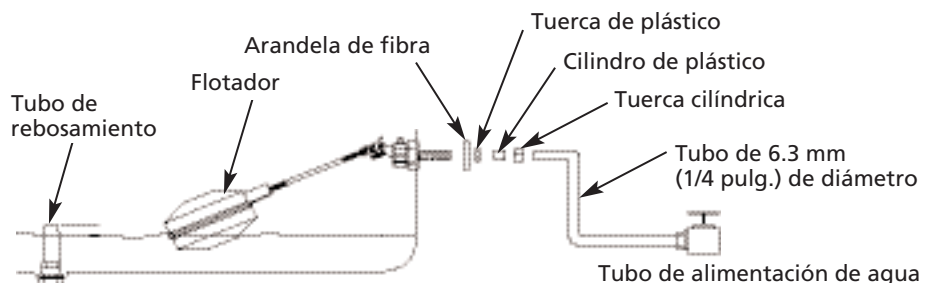

Figura 2 – Instalación del Flotador
5. Coloque el cilindro de plástico en la tuerca cilíndrica y continúe montando el resto de las partes del cuerpo del flotador como se ilustra en la Figura 2.